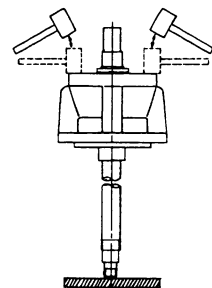

図 4
- (10) ファンキー㉔を外す。
- (11) ファンケース(A)⑤より、出口側ベアリングボックス④を外す。この時、シャフト⑫は出口側ベアリングボックス④と共に外れる。
- (12) ベアリング押さえ㉕とヒートファン⑩を外す。
- (13) 木片などを下に敷き、シャフト⑫の入口側を下にして立てる。(図 4)
- (14) 出口側ベアリングボックス④をバークハンマで外周を均一に軽くたたきながら、出口側ベアリング⑩より外す。
- (15) ベアリングナット⑮、ベアリングワッシャ⑯を外す。
- (16) プリー抜きを用いて出口側ベアリング⑩をシャフト⑫より抜く。